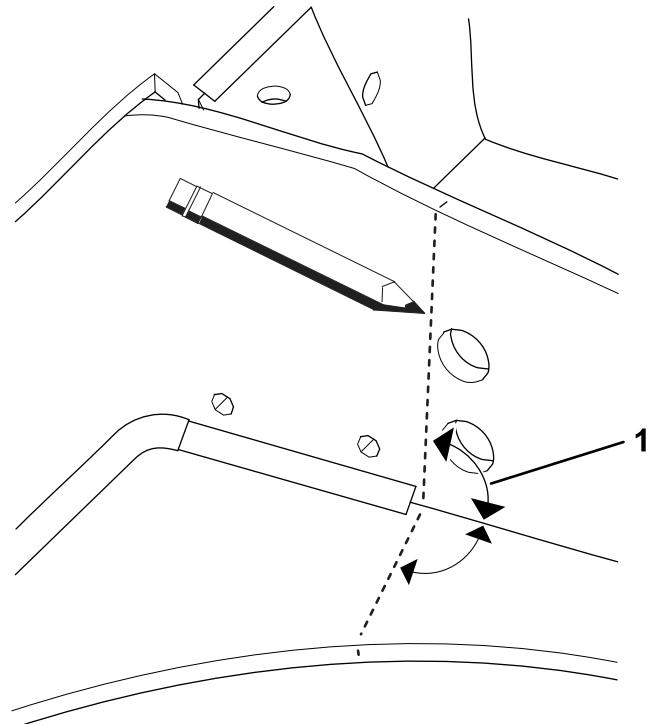

図9
2. 定規とマーカーで、アクスルサポートの基部から両側に 90° の線を引く図9 機体の反対側でも同じ作業を行う。